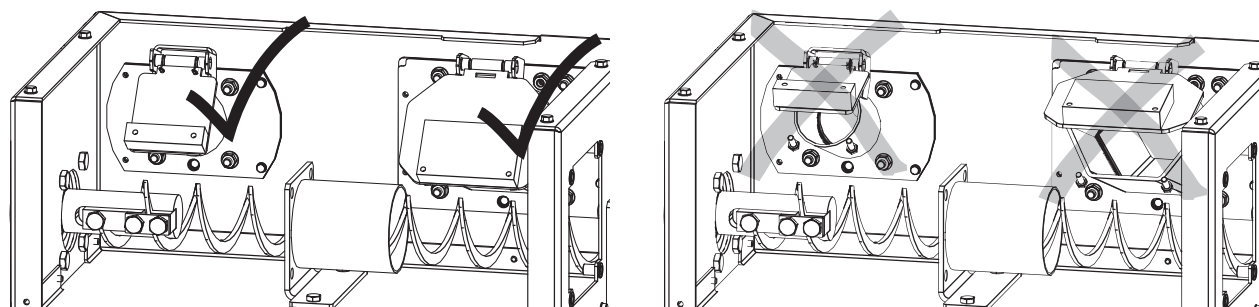

Fig. 78 Le bac de cendres du récipient de collecte doit être complètement aspiré, les volets doivent être en contact
- ▶ Aspirer complètement le bac de cendres du récipient de collecte. Les deux volets (Fig. 78) doivent être complètement en contact après l'aspiration pour éviter que de l'air parasite ne soit aspiré. **Remarque : NE PAS aspirer les tuyaux au niveau des clapets !**